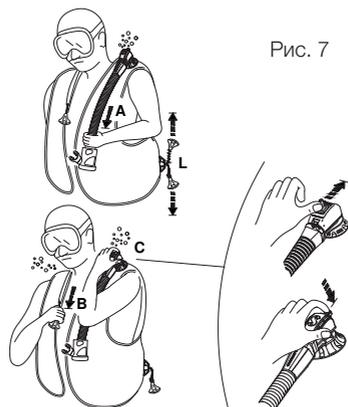

Рис. 7
- a. осторожно потяните за шланг в сборе (рис. 7 - A).
- b. нажатие на кнопку, выступающую из корпуса клапана (рис. 7 - C) (защищена патентом): эта система может пригодиться для обеспечения воздухом другого дайвера, испытывающего проблемы (паника, начинающий дайвер, потеря сознания и т.д.).
- Двойной ручной разгрузочный клапан SCUBAPRO® (защищен патентом) имеет ручную кнопку безопасности, которая выпускает воздух при нажатии (рис. 7-С) в случае отказа ручной разгрузочной системы (обрыв кабеля, штифта и т.д.).
### **Нижний сливной клапан (рис. 7 - L)**
Дефляционные устройства с максимальным оттоком газа – это плечевой клапан (рис. 7-В) и нижний клапан (рис. 7-Л).